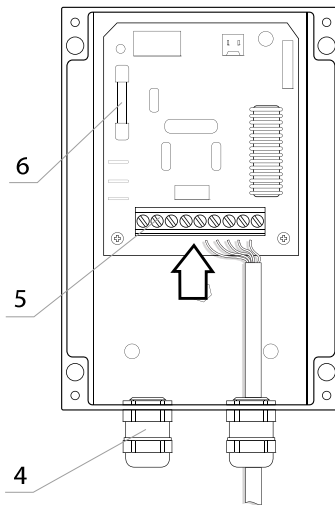
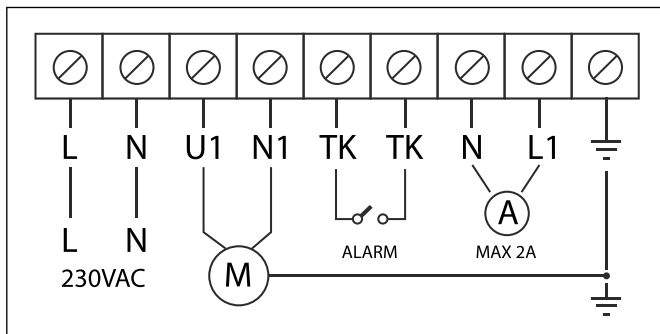

Рис. 3
Рис. 4. Схема електричних підключень
Регулятор має п'ять швидкостей, вибір між якими здійснюється виставленням поворотної ручки **1** в одне з п'яти фіксованих положень і положення «**0**», в якому прилад вимкнений. У регуляторі передбачені клеми **ТК** (див. рис. 4) для підключення термального контакту, вмонтованого у двигун вентилятора. У разі спрацьовування термального контакту припиняється подавання напруги на двигун вентилятора і загорається сигнальна лампа **3**, яка показує аварійну роботу регулятора. Регулятор також має клеми **L1, N** (230 В / 50 Гц / **макс. 2А**) для підключення зовнішнього обладнання (наприклад, приводів повітряних заслінок). У разі переведення ручки регулятора в положення «**0**» напруга на клеми та електродвигун вентилятора не подається. Прилад обладнаний плавким запобіжником **6** (див. рис. 3), який захищає прилад та підключений до нього вентилятор від підвищеного споживання струму.
- Провести електричні підключення згідно зі схемою (див. рис. 4). Підключення зовнішніх електричних провідників до виробу здійснюється за допомогою гвинтових клем 5 (див. рис. 3). Введення провідників усередину приладу проводиться через гермовведення 4 (див. рис. 3). На зовнішньому введенні (220 В / 50 Гц) повинен бути встановлений вбудований у стаціонарну мережу електроживлення автоматичний вимикач.